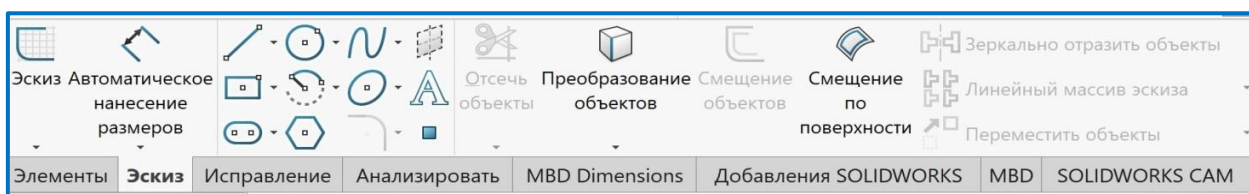

Рисунок 1.10 – Інструменти ескізу в *Диспетчері команд*
**Диспетчер команд** (*Command Manager*) – це контекстна панель інструментів, яка автоматично оновлюється залежно від панелі інструментів, до якої потрібний доступ. При побудові деталі **Диспетчер команд** за замовчуванням містить панелі інструментів: **Елементи** та **Ескіз**, в режимі Збірки – панелі інструментів **Збірка** та **Ескіз**. Наприклад, якщо натиснути кнопку **Ескіз**, то в **Диспетчері команд** з'являться інструменти ескізу (рис. 1.10).